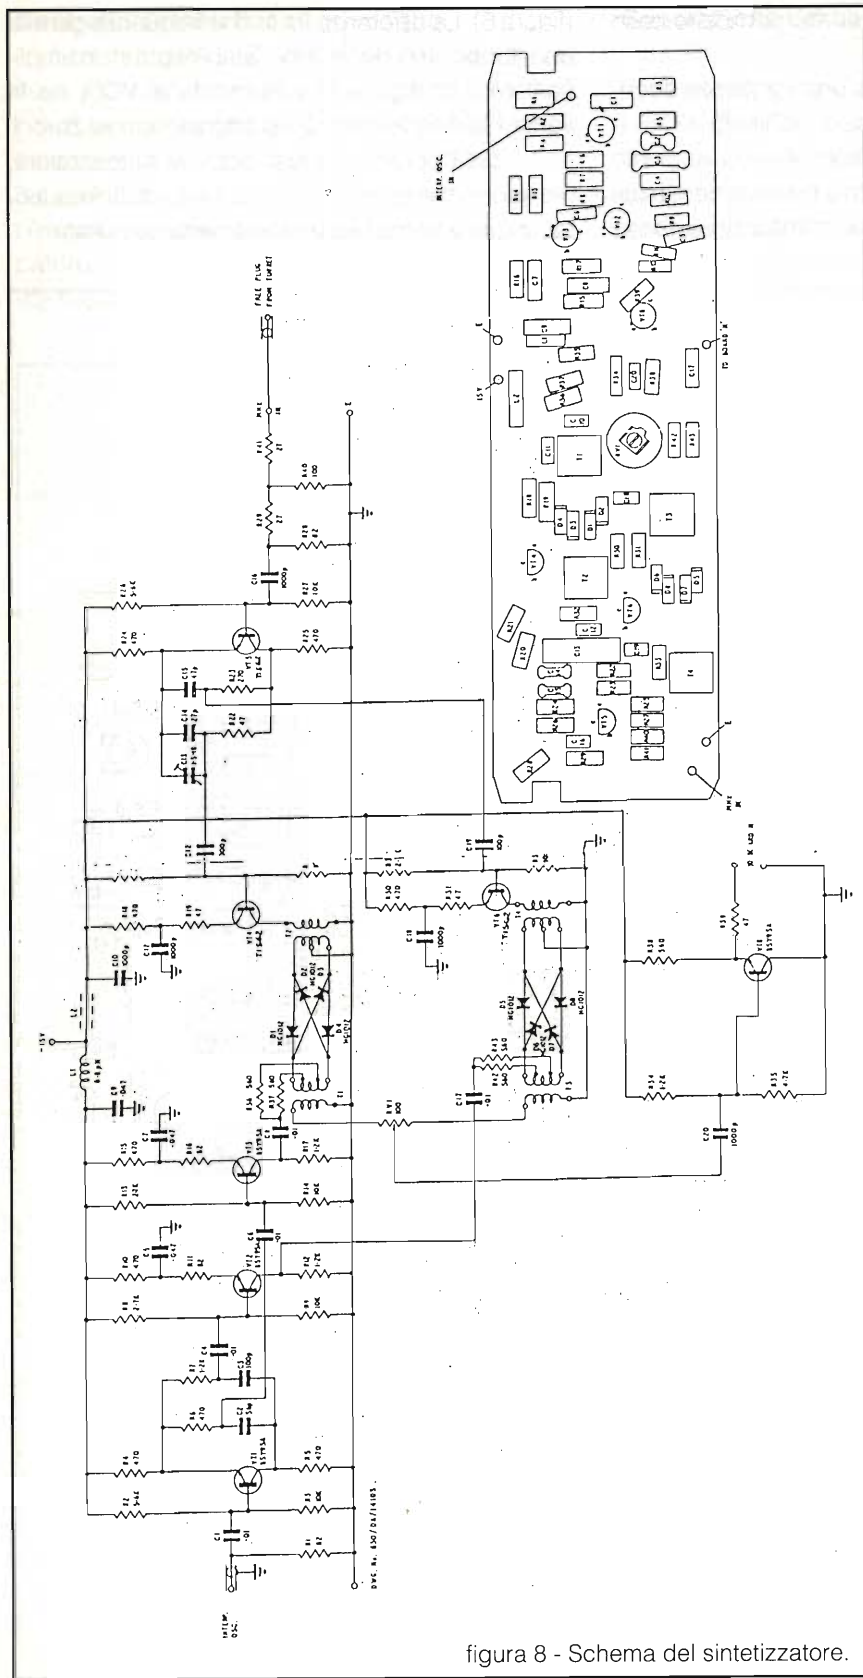

figura 8 - Schema del sintetizzatore.
**Il sintetizzatore** - Questo circuito, (figura 8), provvede a mescolare per somma due frequenze, di cui una, proveniente dal VFO (interpolating oscillator), è variabile tramite il comando di sintonia tra 2,3 e 3,3MHz. L'altra è uno dei termini di una progressione aritmetica in ragione di 1MHz di frequenze comprese tra 35 e 64MHz.